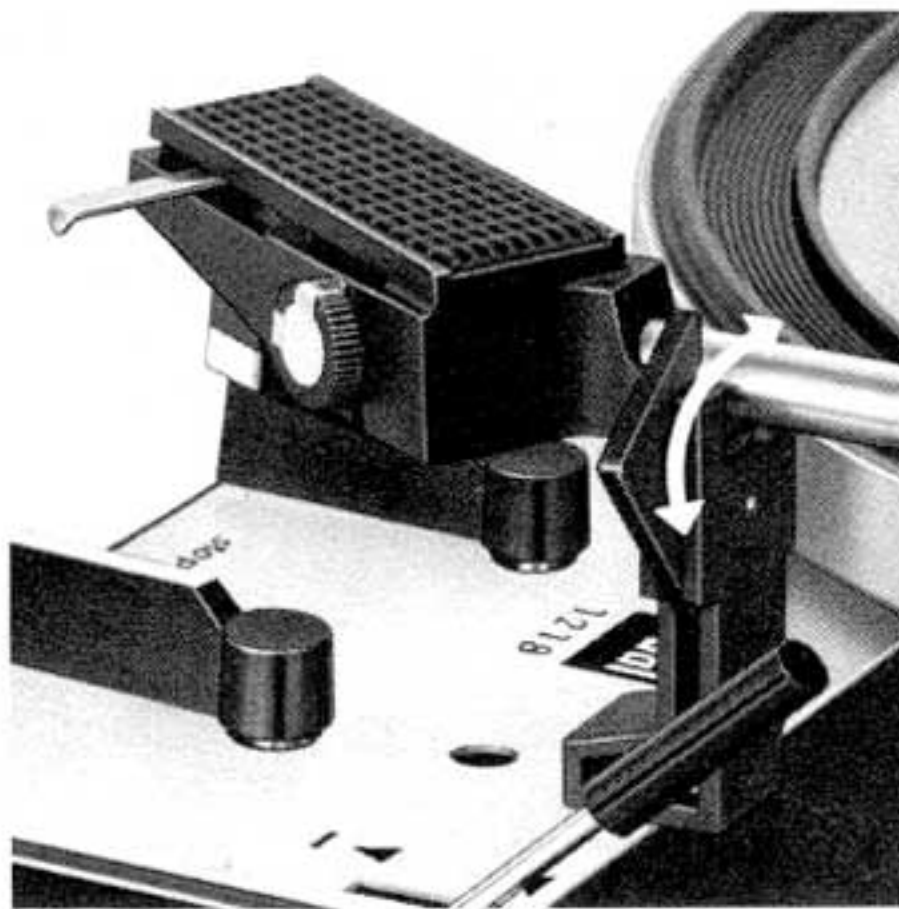

Fig. 7
Dann wählen Sie die erforderliche Plattenteller-Drehzahl ②, stellen die Drehtaste ⑬ auf den Schallplatten-Durchmesser (17, 25 oder 30 cm, bzw. 7, 10 oder 12") ein und entriegeln den Tonarm (Fig. 7). Nun ist das Gerät betriebsbereit.
**Bemerkung:** Nach dem Spielen der Schallplatte oder der letzten Platte eines Stapels erfolgt die Rückführung des Tonarmes und das Abschalten automatisch. Es empfiehlt sich, nach Spielende den Tonarm zu verriegeln (Fig. 7).